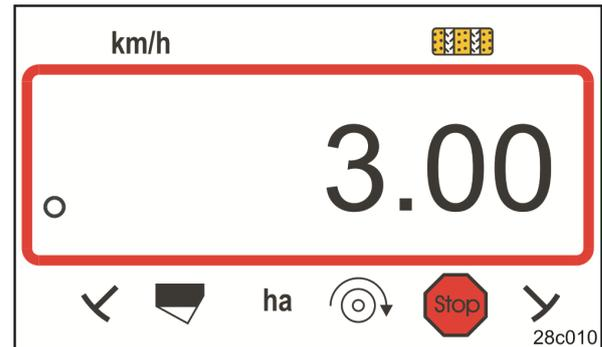

Fig. 15
- Affichage : largeur de travail enregistrée [m], par ex. 3,0 m (Fig. 15).